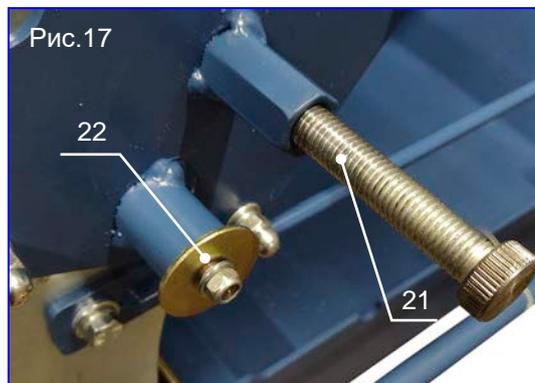

Рис.17
3. Ослабьте винт (поз.21, рис.17).
4. Одной рукой оттяните фиксатор (поз.22, рис.17) угла наклона режущей головки (подпружинен), а второй рукой за рукоятку (поз.1. рис.1) переместите режущую головку по направляющей в одно из четырех фиксированных положений (45/60/75/90гр). После этого затяните винт (поз.21, рис.17).